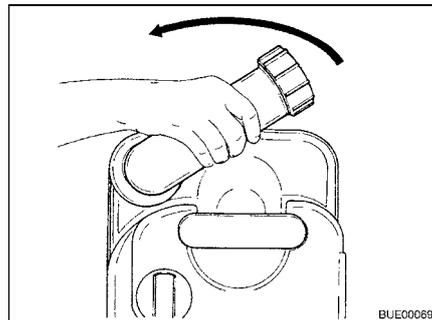

Bild 289 Entleerungsstutzen drehen
- Entleerungsstutzen nach oben drehen (Bild 289).